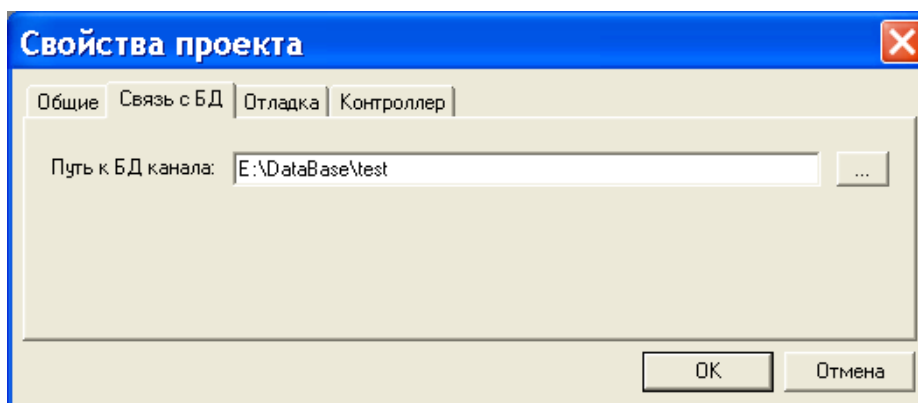

Рисунок 2.5 – Окно «Свойства проекта». Закладка «Связь с БД»
- В окне «Свойства проекта» (рисунок 2.5) задать путь к созданной базе данных контроллера